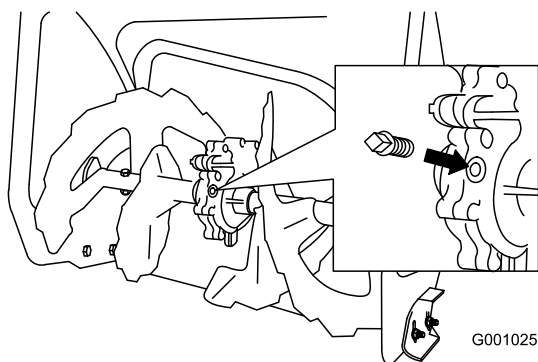

Figure 49
2. Nettoyez la surface autour du bouchon de tuyau (Figure 49).